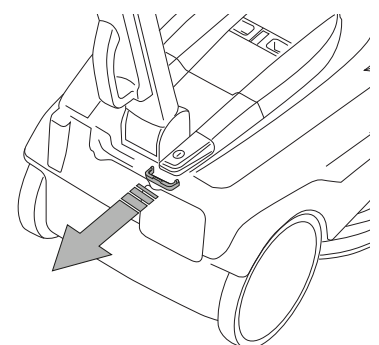

Fig.2C
- Verwijder de mechanische vergrendeling van de schakelaar (fig. 2C).